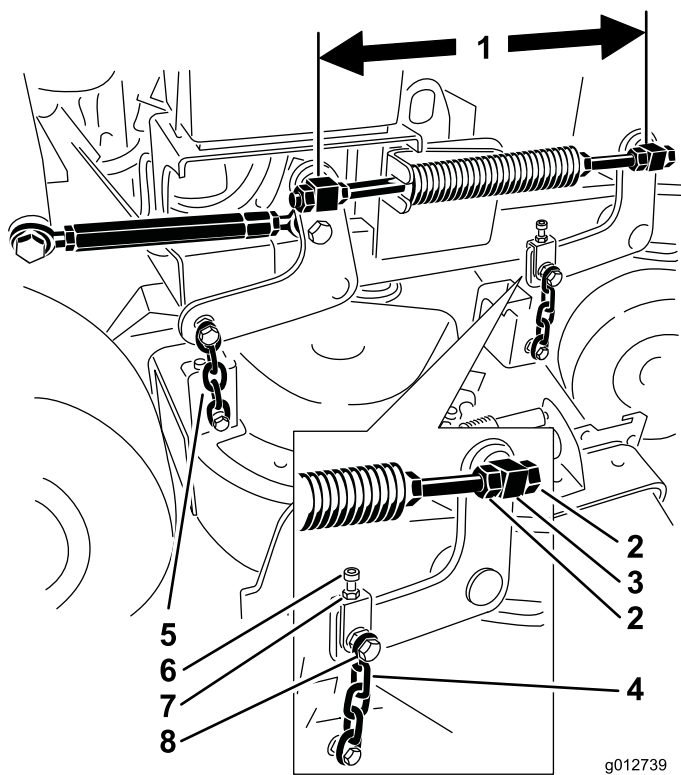

図 84
6. スイベルの間の距離を点検する（スイベルについているねじ山つきのロッドの中心線から中心線までの距離を測る）。36 インチ・デッキの場合にはこの長さが 49.5 cm であることが必要であり、40 インチ・デッキの場合にはこの長さが 43.7 cm であることが必要である（図 84）。
9. 前スイベルと後ろスイベルの距離の調整は、その側の前スイベルにすいているジャム・ナットで行う（図 84）。
11. そして、調整ボルトで、前チェーンが2本とも同じ張りになるように調整する（図 84）。
5. 上チェーン・ボルトのナットと調整ボルトのナットをゆるめる(図 84)。
6. A位置での高さがB位置での高さよりも6~10 mm低くなるように調整ボルトで調整する(図 84)。